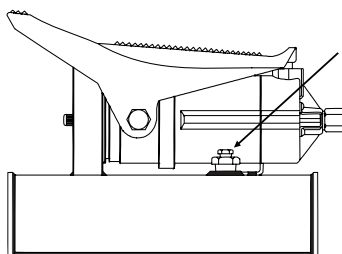
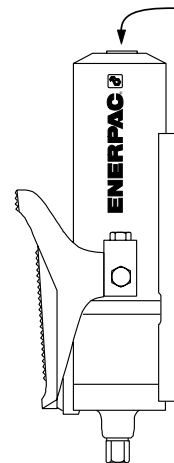

Figura 2
Figura 1
1. Sujete la bomba por uno de sus extremos como se muestra en la Figura 1 y saque el tapón de llenado. En el modelo PA-1150, el tapón de llenado está ubicado en el costado de la bomba, como se ilustra en la Figura 2.